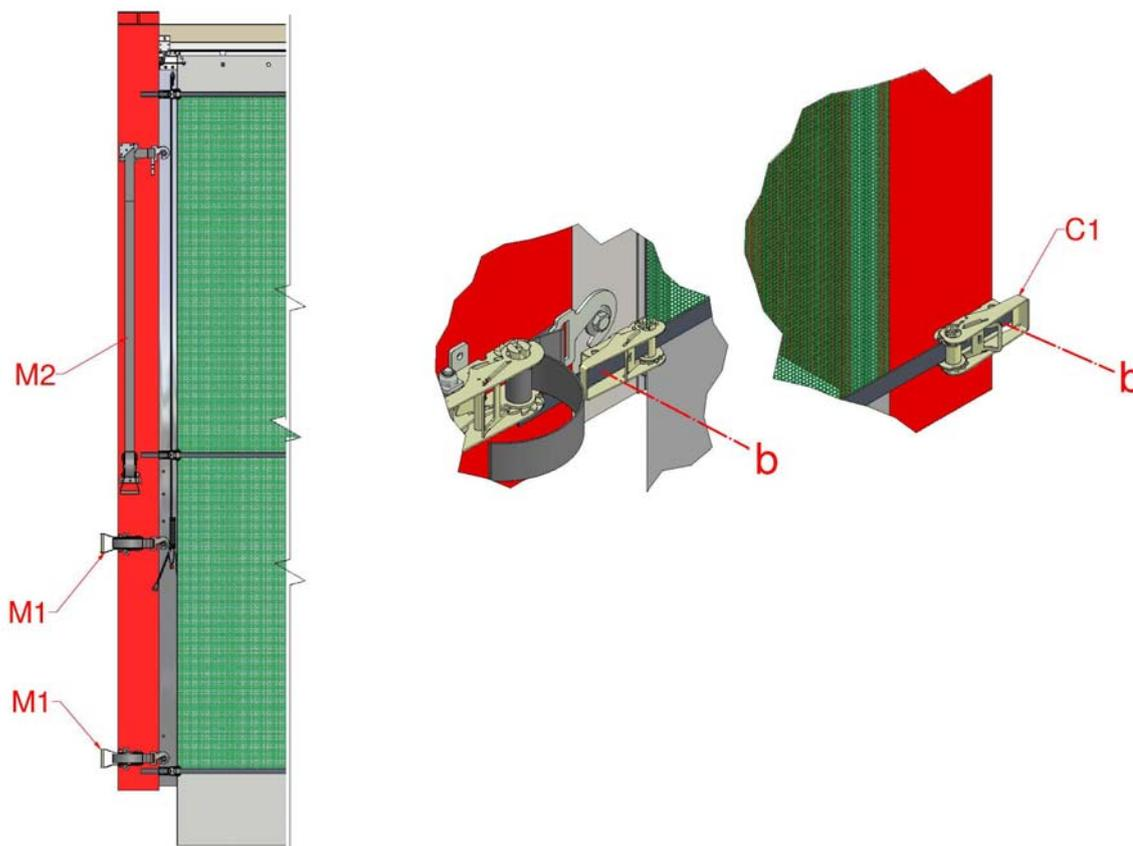

Figure 9, Pose des cliquets
Aligner les cliquets de 25 mm (C1) sur les sangles du rideau et les fixer au poteau coulissant au moyen des vis autoporteuses M5.5x32 (b) fournies. Faire de même à l'extrémité fixée au bâtiment avec ses propres fixations pour les cliquets, Figure 9.
12. Insérer les sangles de 50 mm et crochets (M1/M2) dans les cliquets. Tirer le poteau coulissant jusque contre la face du bâtiment. Fixer le crochet aux goujons de fixation et les tendre au moyen des cliquets de 50 mm, Figure 9.